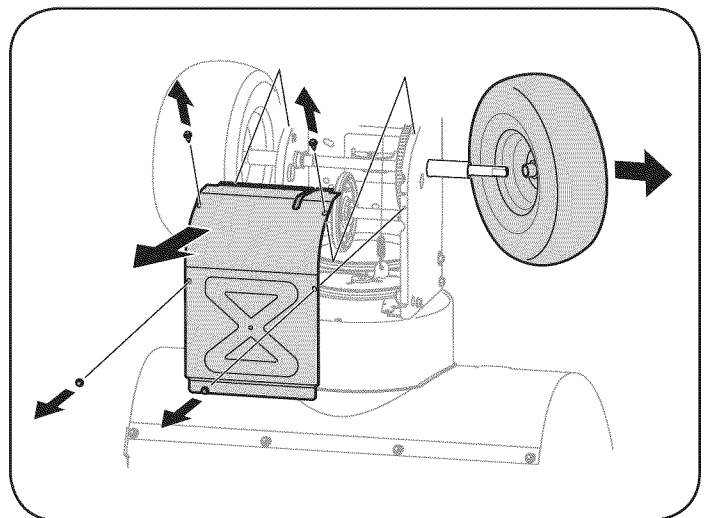

Figura 29
4. Retire la rueda derecha quitando el tornillo y la arandela de campana que la aseguran al eje. Vea la figura 29.